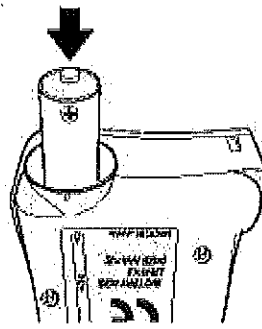

Рис. 4
- Вставьте две щелочных батарейки в соответствии с рисунком, расположенным на обратной стороне. Убедитесь, что вы правильно установили батарейки, в соответствии со знаками полярности на них (Рис. 4).